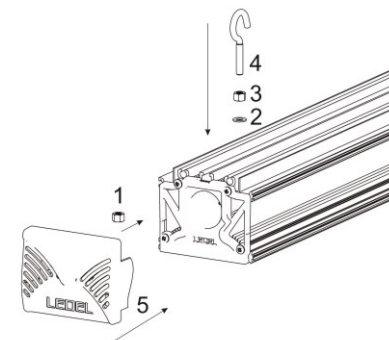

Рисунок 5 Схема монтажа подвесного крепления светильника
5.3. Для монтажа подвесного крепления выполнить следующие действия (рис.5):